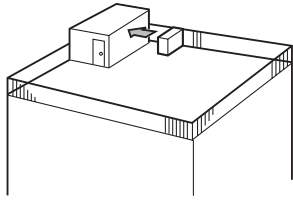

Fig. 2-4
- ① หันช่องลมออกไปยังผนังที่ใกล้ที่สุด โดยห่างจากผนังประมาณ 500 มม. (Fig. 2-4)